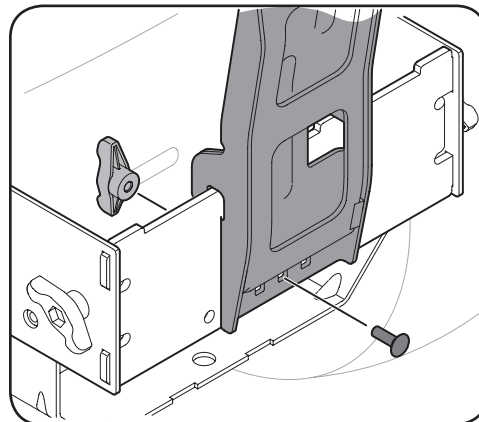

Figure 4-13
3. Faites glisser le couvercle gauche du bac récupérateur dans le support de la goulotte supérieure et installez-le sur le support des sacs collecteurs. Faites enclencher les deux pattes sur la partie avant du support de la goulotte supérieure. Voir Figure 4-13 (1). Faites enclencher les éléments de fixation sur la barre gauche du support des sacs collecteurs. Voir Figure 4-13 (2).